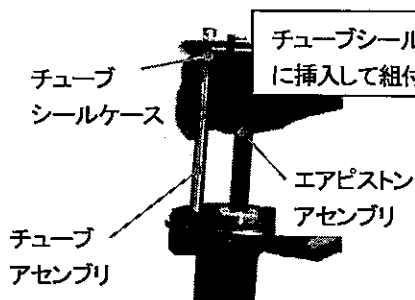

図7-23
- (9) 油圧オイルの注入が完了した後、エアピストンアセンブリを組付け、エアピストンアセンブリ部のチューブシールケースにチューブアセンブリ挿入し組付けてください。(図7-23、24)